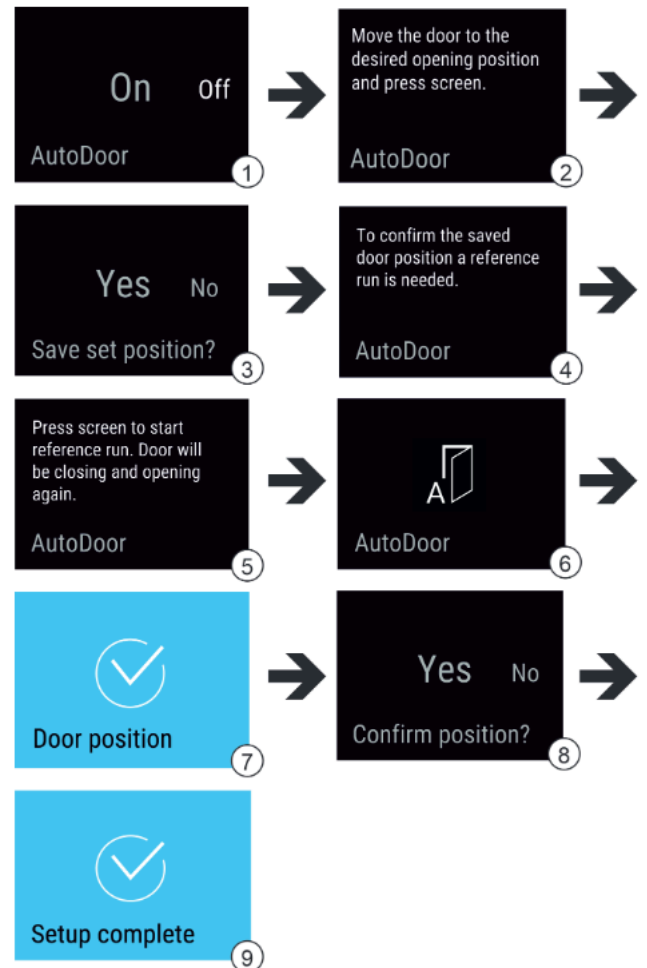

Fig. 10 Esempi di indicazioni in inglese
- Attivare AutoDoor: far scorrere il dito sul display portando l'indicazione su On. Fig. 10 (1)
- Premere per 3 secondi sul display. Fig. 10 (1)
- Configurare l'angolo di apertura della porta: aprire la porta di almeno 70°. Fig. 10 (2)
- Confermare l'angolo di apertura della porta: toccare il messaggio sul display. Fig. 10 (3)
- ▶ Avviare la corsa di riferimento: toccare il display. Fig. 10 (5)
- ▷ Il display lampeggia. Fig. 10 (6)
- ▷ La corsa di riferimento è stata eseguita correttamente: il display diventa blu per 2 secondi. Fig. 10 (7)
- ▶ Confermare l'angolo di apertura della porta. Fig. 10 (8)
- ▷ Il display diventa blu. Fig. 10 (9)